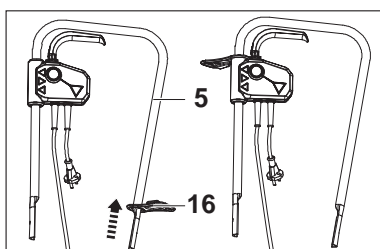

Fig. 2
3. Fixez la retenue de cordon [16] sur la barre supérieure de la poignée [5] (Fig.2).